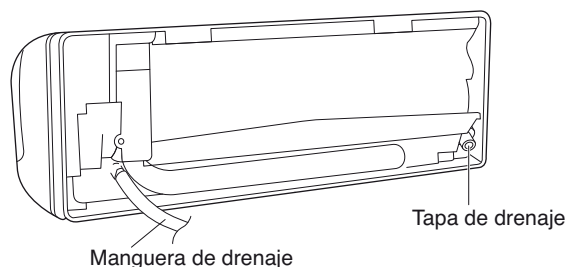

Fig. 39a
- (a) Localice la manguera de drenaje y la tapa de drenaje. (Fig. 39a)
- (b) Extraiga el tornillo que fijan la manguera de drenaje en el lado derecho, y saque afuera la manguera de drenaje para extraerla. (Fig. 39a)